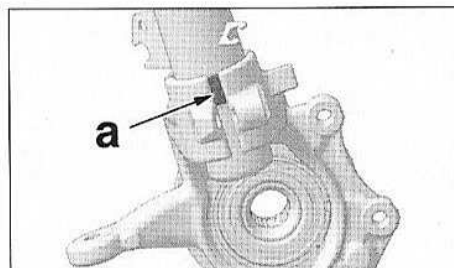

FIG.11
- Remplacer systématiquement l'écrou (1) de tige d'amortisseur.
- Placer le bossage (a) à la base de l'amortisseur dans l'ouverture du pivot (Fig.11).
- Remplacer systématiquement les écrous (4) et (10) ainsi que les écrous des boulons (6) et (7).